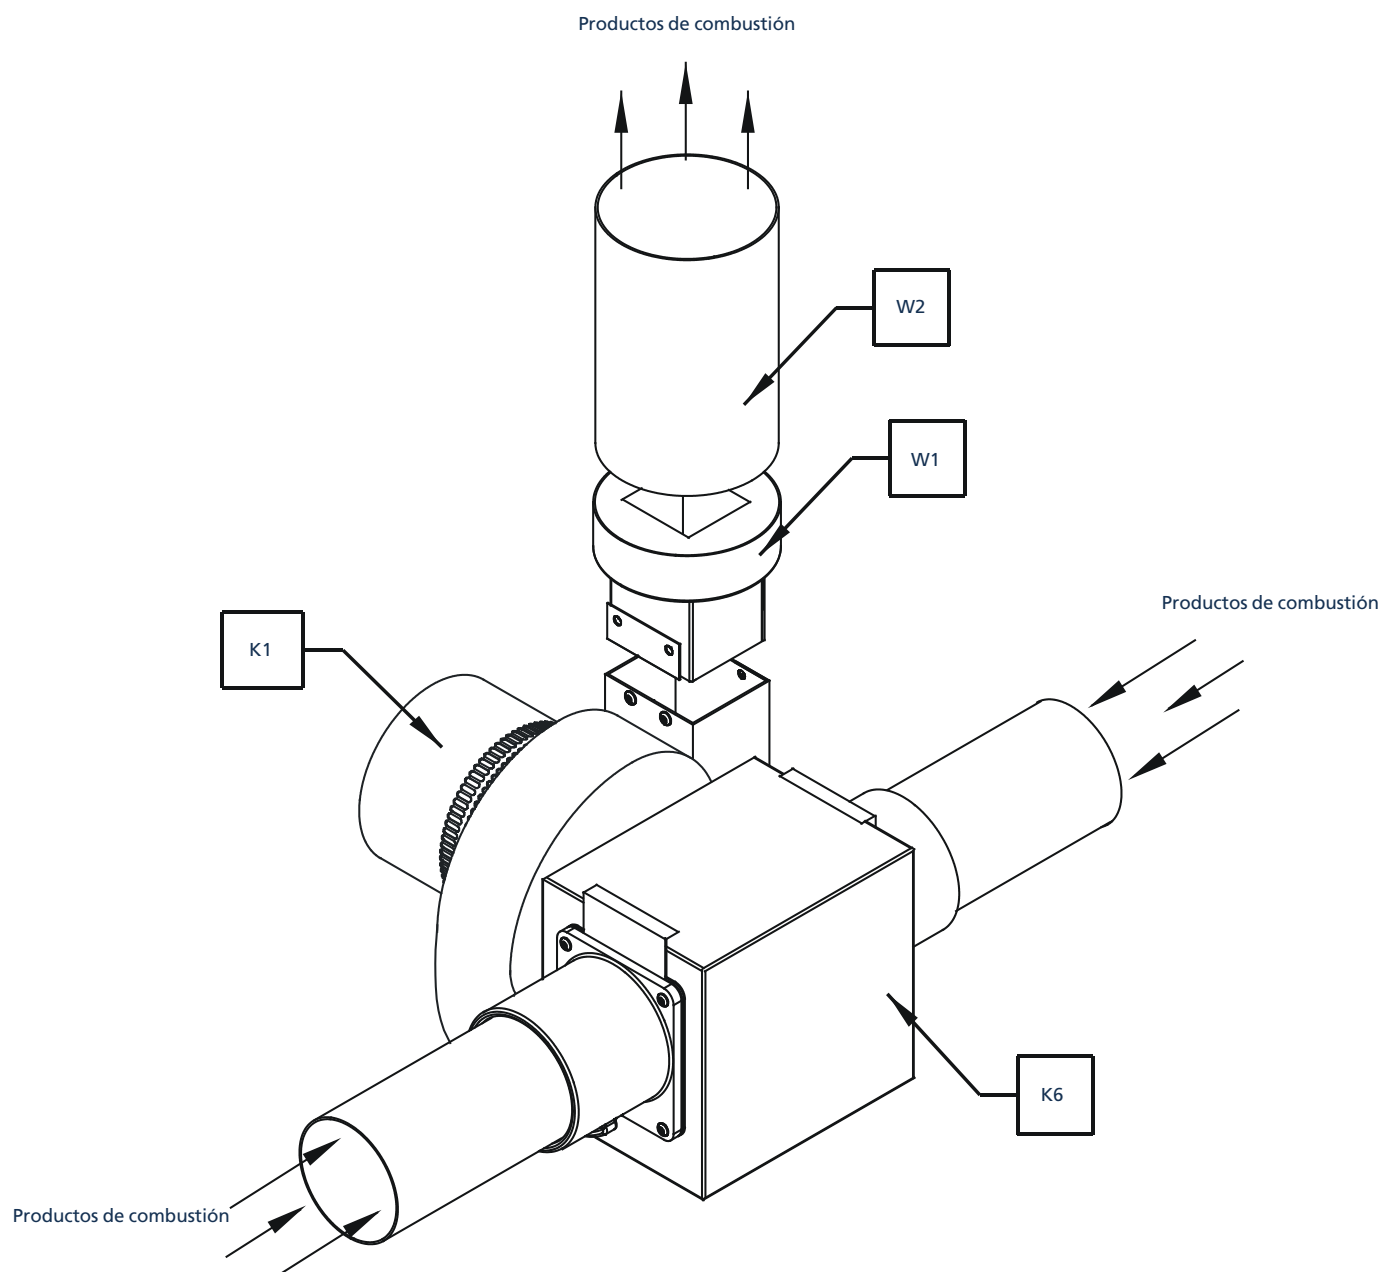

**Figure 19.** Opción 2. Acoplamiento del sistema de salida de humos a quemadores inducidos (VSDLE)
- Opción 2: para el quemador DLE inducido con/sin salida de humos y entrada de aire por conducto, consulte la Ilustración 19.